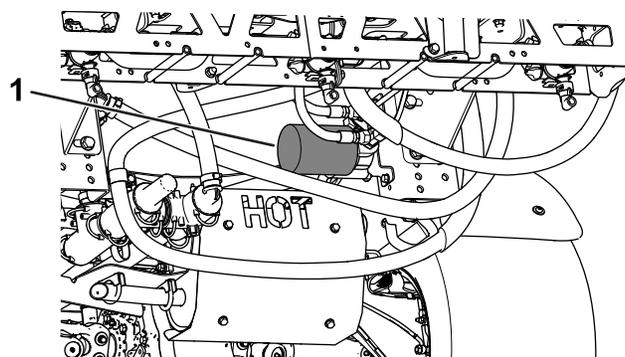

Рисунок 57
4. Извлеките фильтр (Рисунок 57).